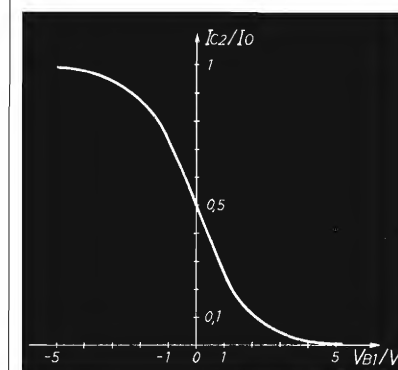

figura A.2
La (2) è rappresentata graficamente in figura A.2) che mostra chiaramente che, per una variazione lineare della tensione di ingresso V_{B1} da -5V_T a +5V_T circa, la corrente I_{c2} varia da I₀ a zero con andamento non lineare di tipo esponenziale.